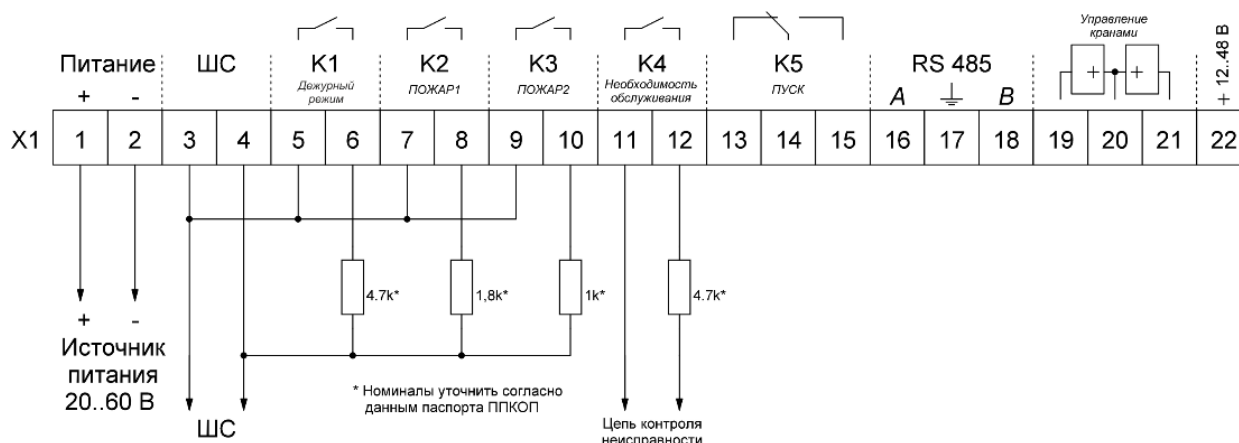

Рисунок 16 – Схема подключения с отдельным сигналом об обслуживании
19.1 Схема подключения к ПЦН с приоритетом сигналов о пожаре при уменьшении сопротивления ШС и формировании извещений «Пожар 1», «Пожар 2» (номиналы резисторов приведены для ПЦН типа ППКОП Сигнал-20П Smd, С2000-АСПТ с ШС1 тип 1 пожарный дымовой с определением двойной сработки) (рисунок 16). Схема представлена с настройками реле, установленными по умолчанию.